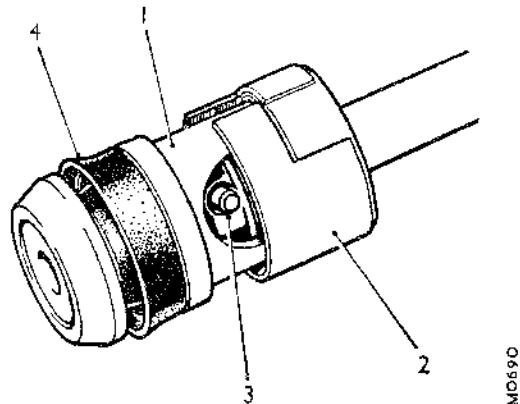

Fig. Mb.4
- (13) Sacar del calibre del cilindro secundario el vástago y el conjunto del pistón unido al mismo. Quitar el cojinete de plástico, la cápsula de goma y el espaciador de plástico, observando sus posiciones relativas para el remontaje.
- (14) Desprender el retén de goma de la cabeza del pistón auxiliar. Abrir el clip de retención con un pequeño destornillador para descubrir el pasador de conexión, que puede sacarse entonces para separar el pistón del vástago. (ver Fig. Mb.4)